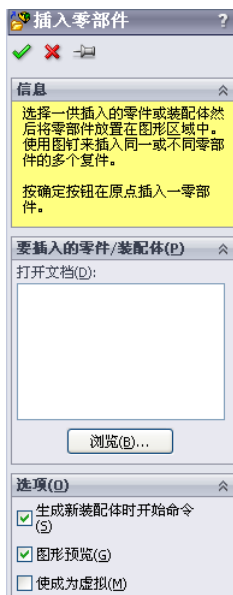

图 13-273 “插入零部件”属性管理器
(3) 插入铲斗。选择菜单栏中的“插入”→“零部件”→“现有零件/装配体”命令，或单击“装配体”工具栏中的 Ⓜ （插入零部件）按钮，弹出如图 13-273 所示“插入零部件”属性管理器，单击“浏览”按钮，在弹出的“打开”对话框中选择“铲斗”，将其插入